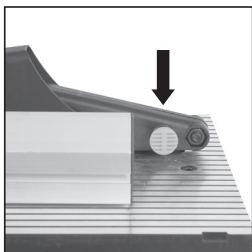

FIG. 19
- Extrayez la goupille de position à ressort à l'arrière du carter supérieur **(Fig. 19)**